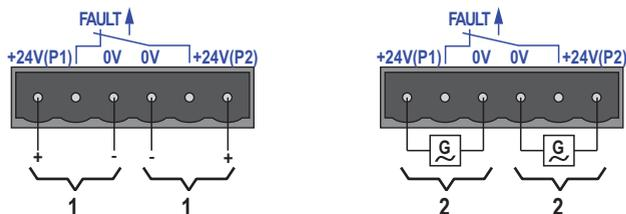

Figura 4: Ligação da tensão de alimentação no bloco de terminais de 6 pólos
Como tensão de alimentação é possível ligar opcionalmente tensão contínua ou tensão alternada. Utilize os pinos de +24V e 0V para a ligação da tensão alternada (ver figura 4).
- ▶ O contacto de sinalização (“FAULT”, ocupação dos pinos do bloco de terminais, ver figura 4) serve para a monitorização das funções do aparelho e possibilita, assim, um diagnóstico à distância. O tipo da monitorização da função pode ser determinado no sistema de gestão.